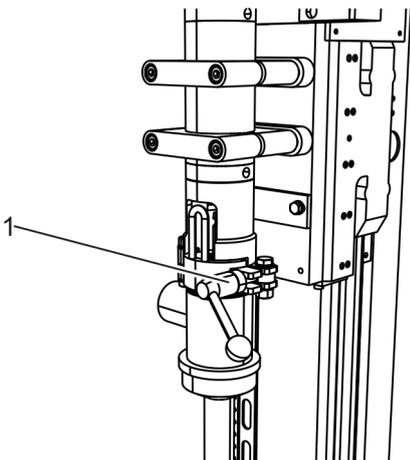

Abb. 64: Schnellverschluss am Antriebszylinder
14.▶ Klemmhebel (Abb. 64/1) am Antriebszylinder durch Drehen gegen den Uhrzeigersinn lösen.